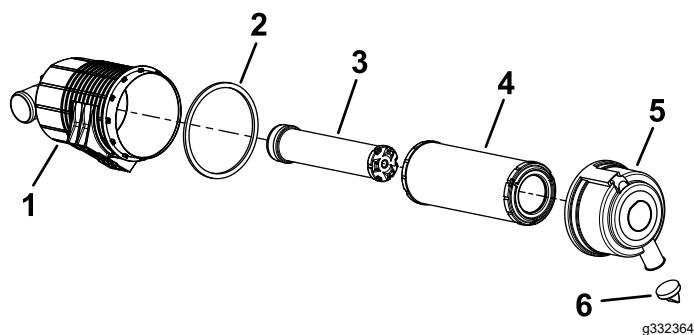

Рисунок 35
5. Обслужите фильтр воздухоочистителя и предохранительного элемента, когда появится соответствующее предупреждение (Рисунок 35).